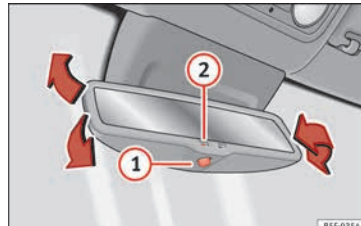

Fig. 24 Retrovisor interior con ajuste automático* para posición antideslumbrante.
Activar el antideslumbrante automático: pulse el botón ① » » » fig. 24. Se ilumina el testigo ② y, al incidir la luz, el retrovisor se oscurece.